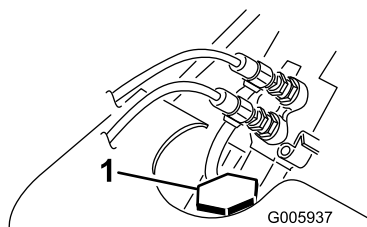

Figura 15
3. Togliete il tappo di riempimento del radiatore e controllate il livello del refrigerante (Figura 15).